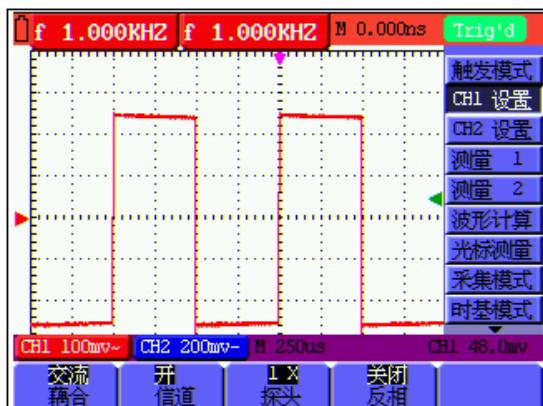

图 17：交流耦合
3. 按 F1 键，选择 交流，屏幕左下方显示出交流图标。见图 17：